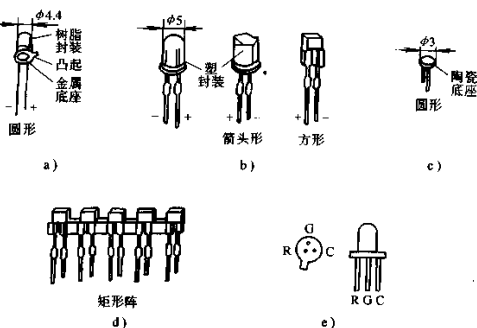

图 2-28 常见发光二极管外形示意图
如图 2-28 所示是几种常见发光二极管的外形示意图。图 2-28a 所示是金属底座的发光二极管，图 2-28b 所示是塑料封装的发光二极管，图 2-28c 所示是陶瓷底座的发光二极管，图 2-28d 所示是组合型的发光二极管，图 2-28e 所示是变色的发光二极管。关于发光二极管的主要特征说明以下几点：
(1) 根据外形识别引脚。如图 2-28 所示的各种发光二极管，图 2-28a 所示的发光二极管底座上有一个凸键，靠在此键最近的一根引脚为正极。图 2-28b 所示的发光二极管，它的两根引脚一长一短，长的一根是正极。图 2-28e 所示的发光二极管，它共有三根引脚，根据它的外形示意图可以方便地确定各引脚。
(2) 万用表识别引脚方法。发光二极管也是一个 PN 结的结构，根据这一点可以用万用表的 R × 10k 档识别正、负引脚。红、黑表棒各接一根引脚，测量一次阻值。然后两表棒互换一次后再测量一次，又得一个阻值。在这两次测量中，阻值小的一次时黑表棒所接引脚为发光二极管的正极。